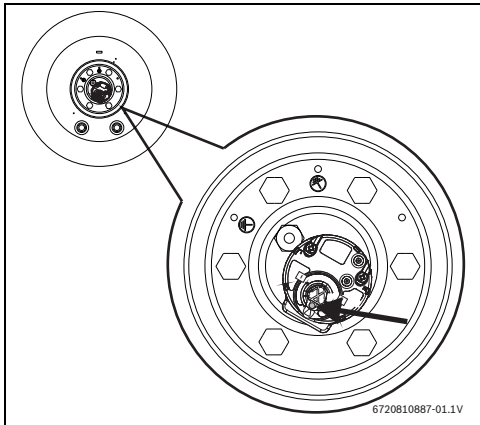

Fig. 16 Botón de rearme
- ▶ Presionar completamente el botón de rearme (Fig. 16).